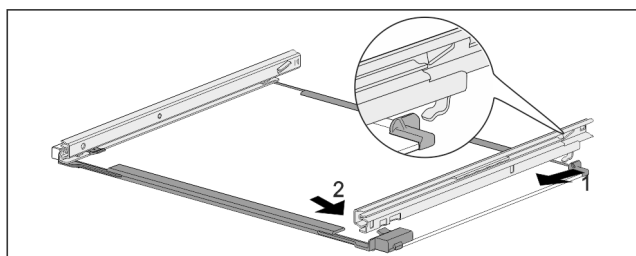

Fig. 108 Placa de sticlă cu șine
- Agățați șina în partea din spate. Fig. 108 (1)
- Înclicetați șina în partea din față. Fig. 108 (2)